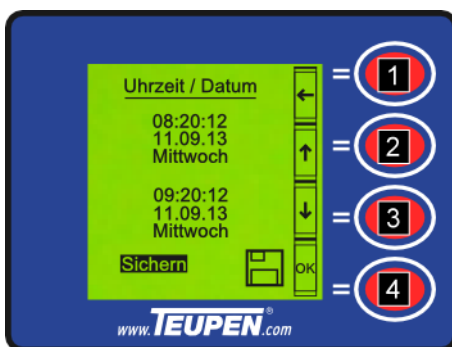

Abb. 74: Uhrzeit Setup speichern
6. Mit den [Funktionstasten] (Abb. 74/2 und 3) den Cursor auf "Sichern" stellen.
7. Mit der [Funktionstaste] (Abb. 74/4) die Einstellungen speichern.
8. Mit der [Funktionstaste] (Abb. 74/1) zurück in das Menü „Einstellungen“ springen.